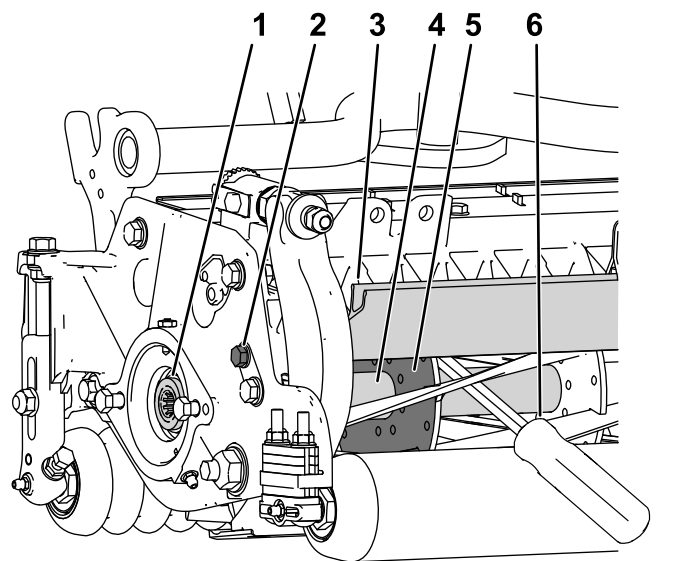

Figura 31
1. Allentate il bullone del deflettore sul lato sinistro dell'apparato di taglio e sollevate il deflettore posteriore (Figura 31).
2. Inserite un piede di porco con manico lungo ($\frac{3}{8}$ " x 12") raccomandato, con manico a cacciavite) attraverso la parte posteriore del cilindro di taglio, più vicino al lato dell'apparato di taglio da serrare (Figura 31).
3. Posizionate il piede di porco contro il lato di saldatura della piastra di supporto del cilindro (Figura 31).